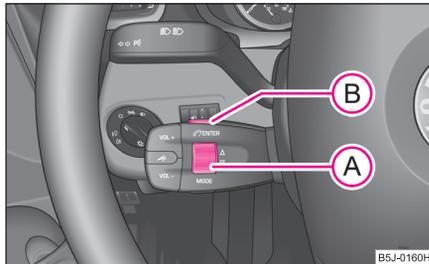

Abb. 103 Multifunktionsmodul: Bedientasten
- Durch langsames Drehen des Rändelrads (A) ⇒ Seite 105, Abb. 103 können Sie im Telefonspeicher nach einzelnen Namen bzw. Menüs blättern.
- Durch schnelles Drehen des Rändelrads (A) nach unten oder oben können Sie im Telefonspeicher von A bis Z bzw. von Z bis A blättern.
- Durch langes Drücken der Taste (B) oben gelangen Sie im Menü des Informationsdisplays immer um eine Ebene höher.
- Durch kurzes Drücken der Taste (B) wird das ausgewählte Menü angezeigt.